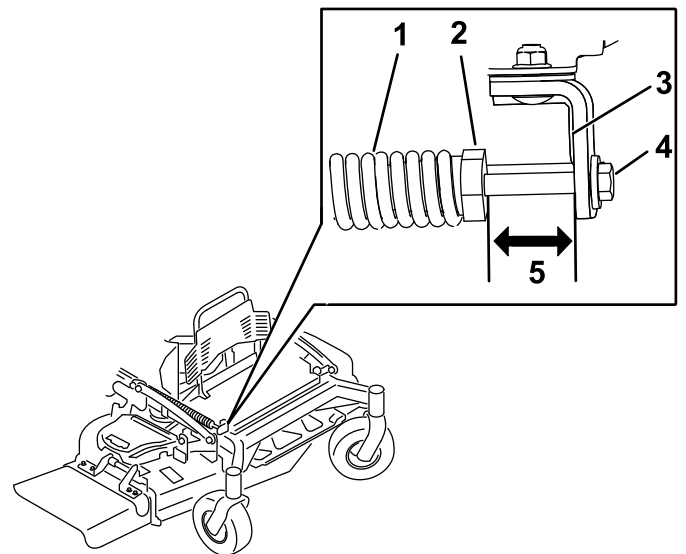

Figure 86
2. Vérifiez la distance entre l'écrou de ressort et l'arrière du support soudé (Figure 86).
3. Assurez-vous que la longueur est de 51 mm (2 po) pour les tabliers de coupe de 122 cm et 132 cm (48 po et 52 po) et de 38 mm (1,5 po) pour les tabliers de coupe de 152 cm (60 po), comme montré à la Figure 86.
4. Au besoin, réglez la distance en ajustant le boulon sur l'avant du support (Figure 86).